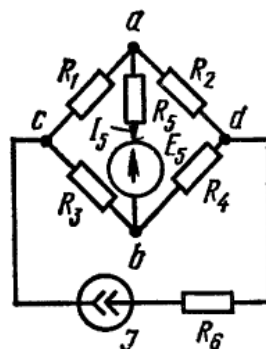

Рис. 4.15
**ЗАДАЧА 4.16.** Вычислить токи в ветвях схемы рис. 4.15 методом узловых потенциалов и методом контурных токов. Составить уравнение баланса мощности. Исходные данные:  $E_1=25\text{В}$ ;  $E_2=10\text{В}$ ;  $E_6 = 20\text{В}$ ;  $I = 2\text{А}$ ;  $R_2 = 10\text{Ом}$ ;  $R_3 = 20\text{Ом}$ ;  $R_4 = 10\text{Ом}$ ;  $R_5 = 8\text{Ом}$ ;  $R_6=50\text{Ом}$ .